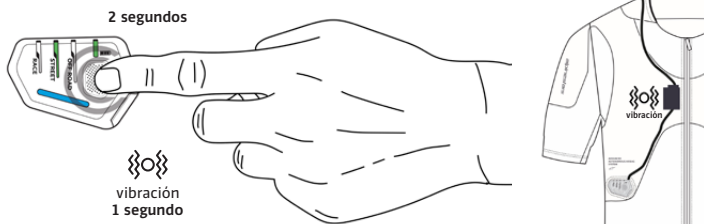

Figura 10: Pulsar el Botón de la Pantalla (3a) por 2 segundos para Cambiar el Modo de Conducción.
Como se mencionó anteriormente, el Sistema ofrece tres posibles Modos de Conducción: Modo Carretera, Modo Carrera y Modo Todo Terreno. Después de que el Sistema se haya encendido correctamente, el Usuario puede cambiar fácilmente entre los tres Modos de Conducción presionando el Botón de la Pantalla (3a) durante 2 segundos (Figura 10). Un LED VERDE SÓLIDO aparecerá en el LED del Modo de Conducción (3c) indicando el Modo de Conducción que está activo en el Sistema. También se sentirá una breve vibración de aproximadamente (~1 segundo) cerca de la Cremallera de Activación (2), lo que indica que se ha cambiado el Modo de Conducción.